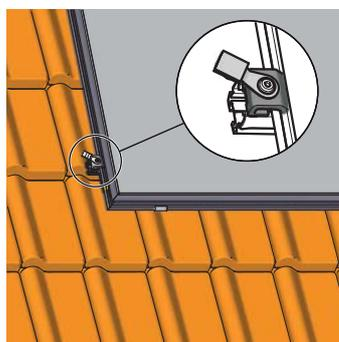

Fig. 3-21 Fase di lavoro 6a -
- a)  del raccordo di ritorno nel profilo di montaggio e avvitare saldamente con chiave a esagono cavo (fig. 3-21).